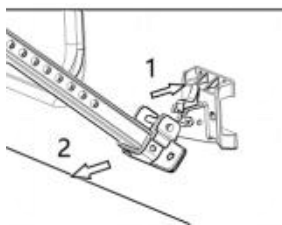

Figure D9
a. Suelte la pestaña del soporte de instalación inferior, gire la varilla de soporte hacia afuera y colóquela verticalmente en el suelo. (Figura D9)